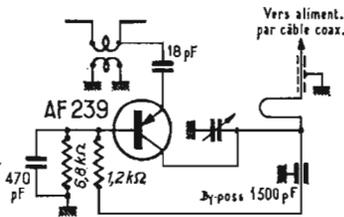

FIG. 4
**PLAQUETTE D'AMPLIFICATEUR B IV ET V** (Fig. 4)
cédente. Le schéma du préamplificateur équipé d'un transistor AF239 est indiqué par la figure 4.